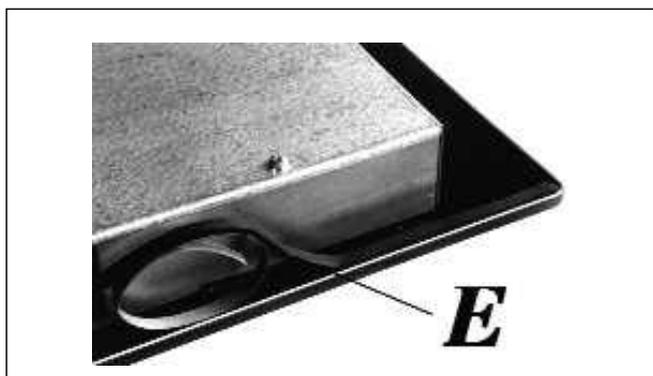

FIG. 9
- Vuelque la parrilla y coloque correctamente el lado adhesivo de la junta "E" (fig. 9) debajo del borde de la misma de manera que el lado externo de la junta coincida perfectamente con el borde perimétrico externo del cristal. Los extremos de las tiras deben encajar sin solaparse.